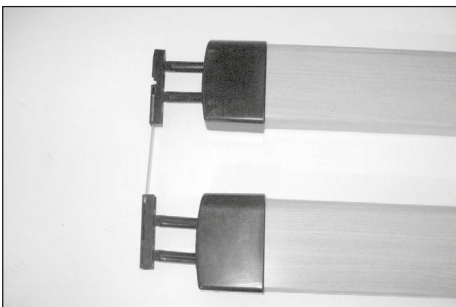

Fig.44
- Inserire i pattini in plastica come elemento di collegamento delle sponde da un lato e dall'altro prestando attenzione a far rimanere la parte triangolare a punta per lo stesso verso del lato stondato sulla sponda (Fig.44)